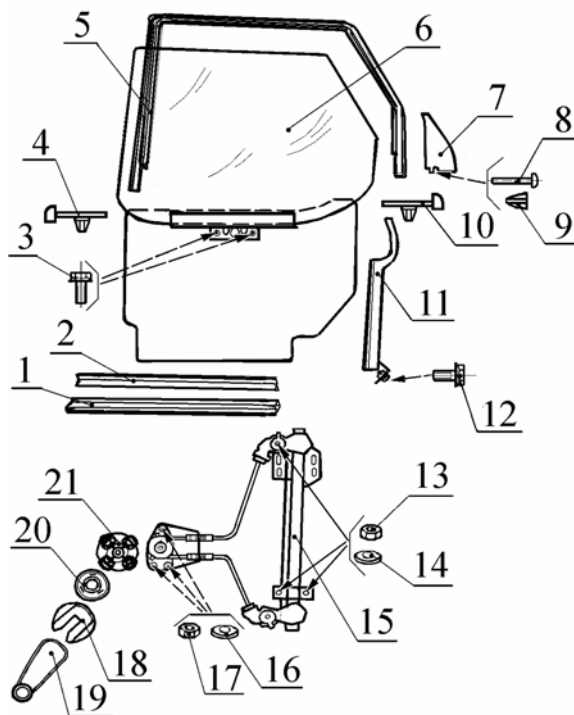

Рис.8. Стекло и стеклоподъемник задней двери:
4.6 Снять облицовку 18, рис.8, ручку 19, розетку 20 стеклоподъемника 15 (отвертка плоская).
4.8 Снять переднюю 4, рис.8, и заднюю 10 облицовки уплотнителя опускаемого стекла (отвертка плоская).